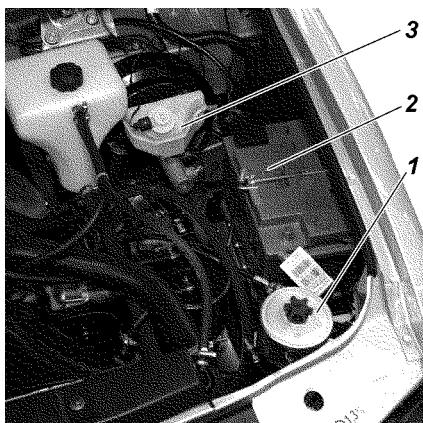

Рис. 9.30. Подкапотное пространство (фрагмент):
**Проверка уровня и смена масла гидроусилителя.** При проверке уровня масла в масляном баке 1 (рис. 9.30) передние колеса должны быть установлены прямо. Масло доливайте до уровня сетки заливного фильтра масляного бака или выше ее не более чем на 5 мм. Масло должно быть предварительно отфильтровано через фильтр с тонкостью фильтрации не более 40 мкм.
Уровень тормозной жидкости в бачке 3 (см. рис. 9.30) проверяется визуально по меткам, нанесенным на корпусе бачка, выполненного из полупрозрачной пластмассы. При